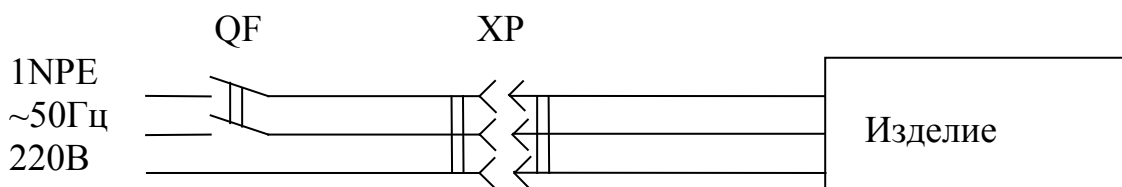

Рис.1. Схема подключения изделия к электросети
6.4. Изделие должно подключаться к питающей электрической линии (рис.1) через автоматический выключатель электромагнитной защиты с номиналом установки по току 6,3 А (для ВХС и ВХСн) или по току 10 А (для ВХН).